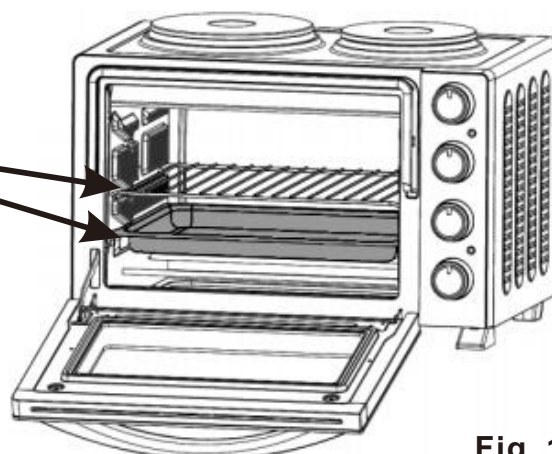

Fig. 1
- Dónde colocar la bandeja de horno y la rejilla: fig. 1
Deslice la rejilla de la parrilla y/o la bandeja de horno sobre los soportes de las rejillas (Fig. 1)